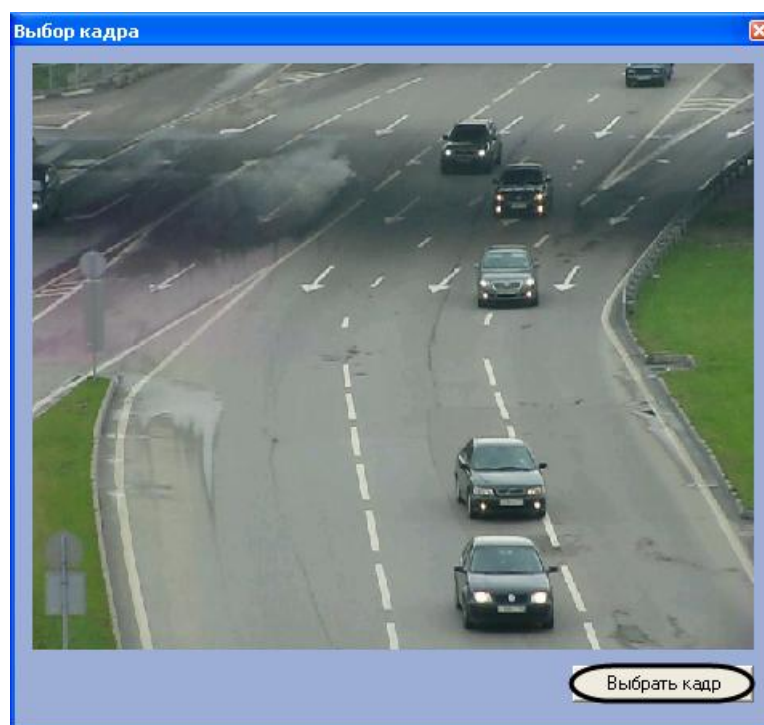

Рис. 7.7—4. Выбор кадра для настройки зоны детектирования
4. Для выбора кадра видеоизображения нажать кнопку «Выбрать кадр» (см. Рис. 7.7—4)